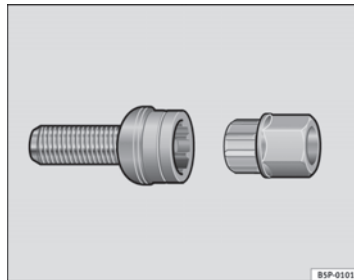

Fig. 140 Låsebolt
- Sæt adapteren helt ind i låsebolten ⇒ Fig. 140.